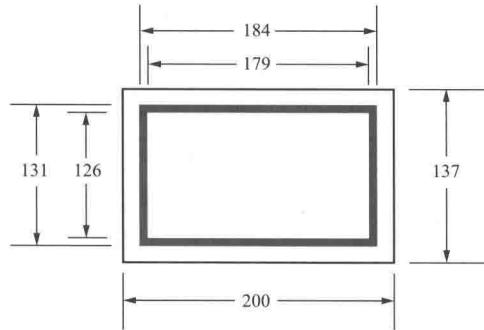
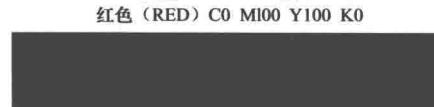

图 1-11 互感器标志牌尺寸参考类型（二）
图 1-12 互感器标志牌标准色
- (3) 互感器标志牌尺寸参考类型（二）如图 1-11 所示。
- (4) 对于特殊情况的互感器其标志尺寸可采用等比例放大或缩小。
- (5) 互感器标志牌标准色如图 1-12 所示。